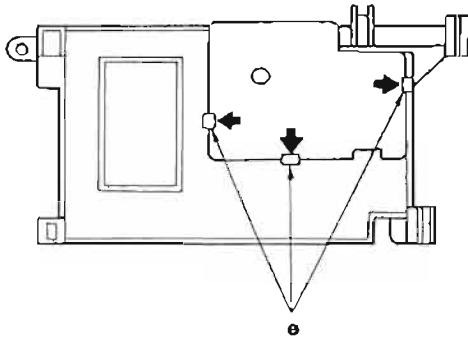

Abb. 8 Fig. 8
- 3 Halteklemmen e (Abb. 8) in Pfeilrichtung drücken und Reglerplatte abnehmen.